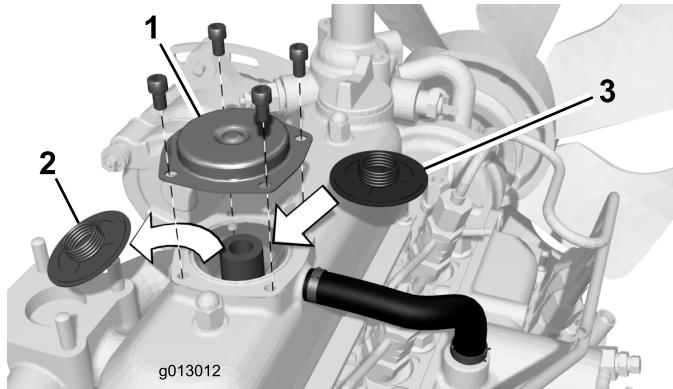
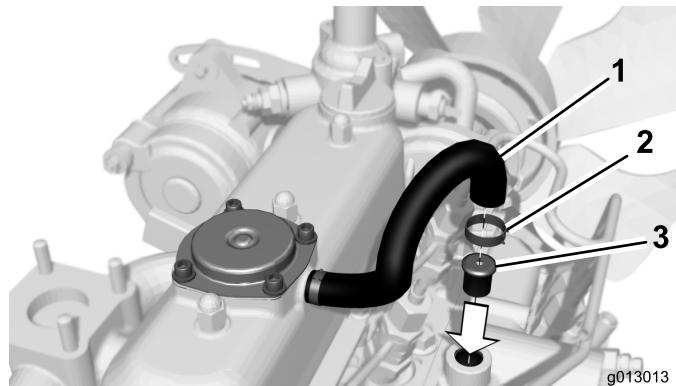

Figura 1
Figura 2
- Pulite da qualsiasi detrito il coperchio dello sfiatatoio sulla calotta della valvola e l'area attorno al medesimo (Figura 1).
- Rimuovete le (4) viti che fissano il coperchio dello sfiatatoio alla calotta della valvola (Figura 1). Rimuovete il coperchio dello sfiatatoio.
Importante: Per impedire che elementi contaminanti entrino nel motore, eliminate qualsiasi detrito dalla valvola di sfiato esistente prima di estrarre la medesima dall'apertura nella calotta della valvola (Figura 1).
- Estraete la valvola di sfiato esistente dall'apertura nella calotta della valvola (Figura 1).
- Montate una valvola di sfiato nuova, rimontate il coperchio dello sfiatatoio e fissatelo con le (4) viti rimosse in precedenza.
- Eliminate qualsiasi detrito da e attorno all'area dove il tubo di sfiato si collega allo sfiato (Figura 2).
- Rimuovete la fascetta stringitubo che fissa il tubo di sfiato allo sfiato sul collettore di aspirazione (Figura 2). Staccate il tubo dallo sfiato.
- Inserite l'orifizio di aspirazione nuovo nell'estremità dello sfiato (Figura 2).